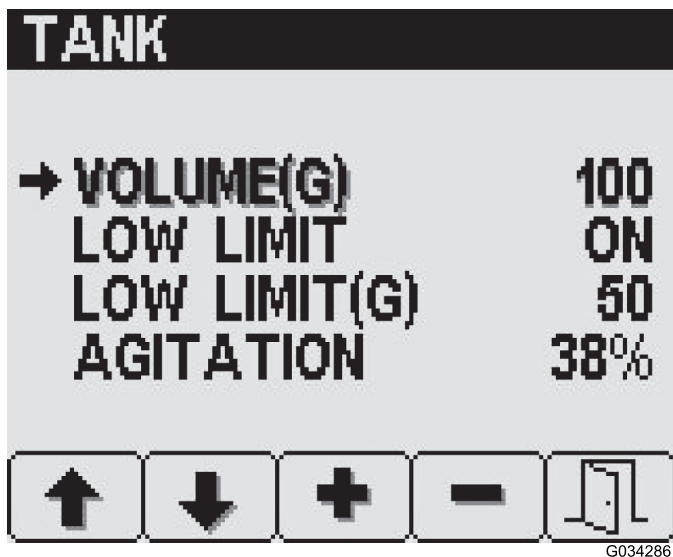

Bild 10
2. Drücken Sie Taste 2, bis Sie auf dem Eintrag sind, den Sie ändern möchten (Bild 10).
3. Stellen Sie den gewünschten Wert mit den Tasten 3 und 4 ein (Bild 10).